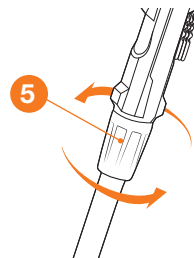

Рис. 9
- Ослабьте фиксатор телескопической штанги **5**, вращением в сторону символа открытого замка (Рис. 9).
- Затяните фиксатор **5**, поворотом в сторону символа замка (Рис. 9).